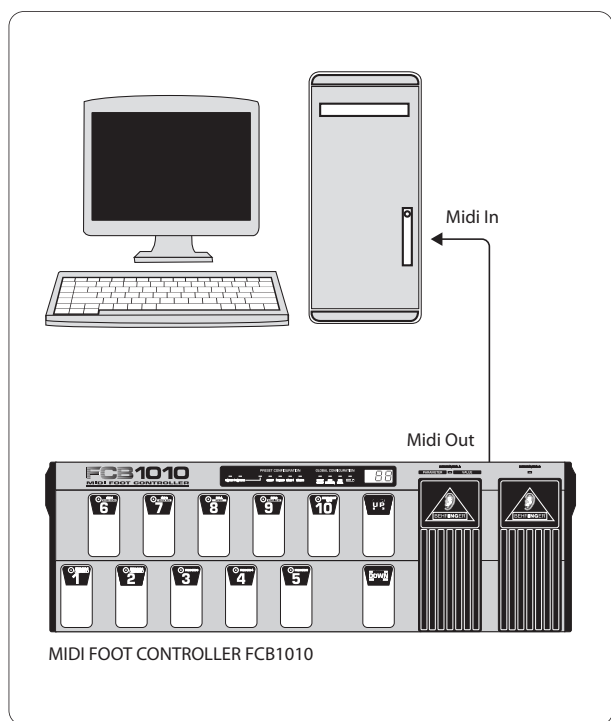

Bild 2.5: Sända en SysEx-dump
- Förbind MIDI OUT hos FCB1010 med MIDI IN hos din sequenser/dator (se Bild 2.5).